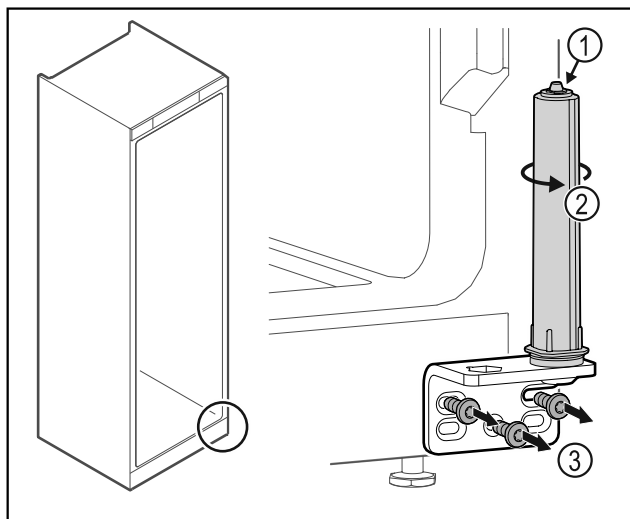

Fig. 32
- Türschließsystem nicht zerlegen Fig. 32 (1).
- Schließsystem Fig. 32 (2) drehen, bis es klickt .
- Scharnierwinkel Fig. 32 (3) abschrauben.